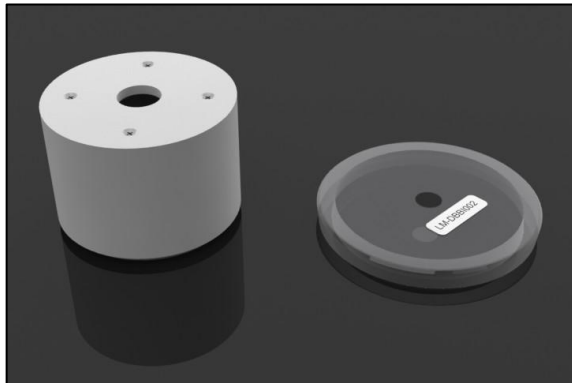
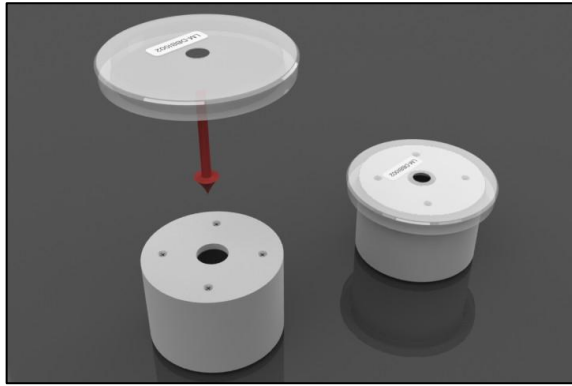

Abbildung 8. Haftmagnet (links) und Justiervorrichtung zum Zentrieren (rechts)
Abbildung 9. Haftmagnet mit montierter Justiervorrichtung zum Zentrieren
6. Den Haftmagnet und Justiervorrichtung zum Zentrieren ausfindig machen (Abbildung 8). Diese Teile sind für die korrekte Montage und Ausrichtung des Misch-Biocontainers erforderlich. Die Justiervorrichtung zum Zentrieren auf Schäden prüfen. Falls das Mittelloch verformt, gerissen oder nicht konzentrisch ist, die Justiervorrichtung entsorgen und durch eine unbeschädigte ersetzen. Den Magneten und die Justiervorrichtung entsprechend Abbildung 9 zusammenbauen.